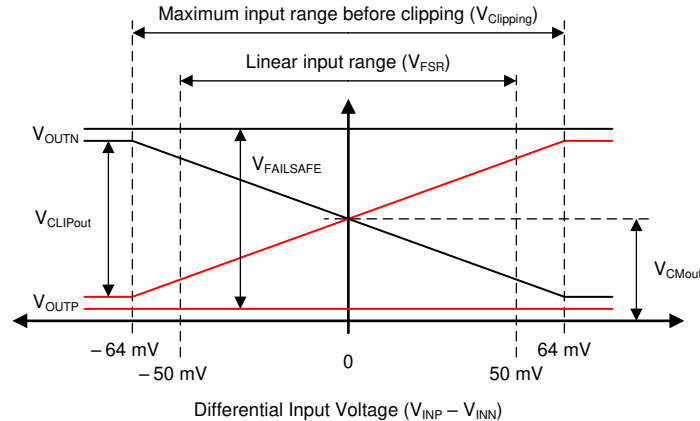

图 7-2. 输出行为：AMC3302-Q1
AMC3302-Q1 提供由 OUTP 和 OUTN 引脚组成的差分模拟输出。对于 -50mV 至 50mV 范围内的差分输入电压 ($V_{\text{INP}} - V_{\text{INN}}$)，该器件提供标称增益为 41 的线性响应。例如，对于 50mV 的差分输入电压，差分输出电压 ($V_{\text{OUTP}} - V_{\text{OUTN}}$) 为 2.05V 。在零输入下 (INP 短接到 INN)，两个引脚输出相同的共模输出电压 V_{CMout} ，如 电气特性 表中所述。对于大于 50mV 但小于 64mV 的绝对差分输入电压，差分输出电压的幅度会继续增加，但线性性能会降低。输出在 V_{CLIPout} 的差分输出电压处饱和，如图 7-2 所示 (如果差分输入电压超过 V_{Clipping} 值)。
AMC3302-Q1 提供失效防护输出，可简化系统级诊断。图 7-2 显示了失效防护模式，其中 AMC3302-Q1 输出在正常工作条件下不会出现负差分输出电压。在以下两种情况下，失效防护输出为有效运行状态：
- 低侧不接收来自高侧的数据 (例如，由于高侧掉电)。在这种情况下，放大器输出被驱动为 V_{FAILSAFE} 值，请参阅图 7-2。
- 高侧直流/直流输出电压 (DCDC_OUT) 或高侧 LDO 输出电压 (HLDO_OUT) 降至各自的欠压检测阈值以下 (电压不足)。在这种情况下，低侧可能仍会从高侧接收数据，但数据可能无效。放大器输出被驱动为 V_{FAILSAFE} 值，请参阅图 7-2。